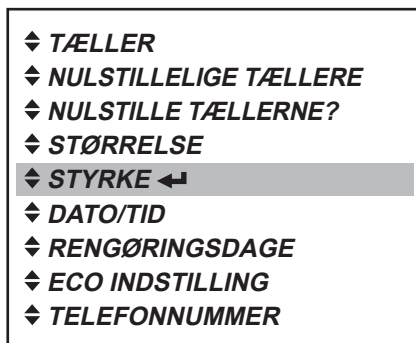

Fig. 36
1. Tryk på enter-knappen **↵** for at gå ind i «STYRKE»-menuen (fig. 36).